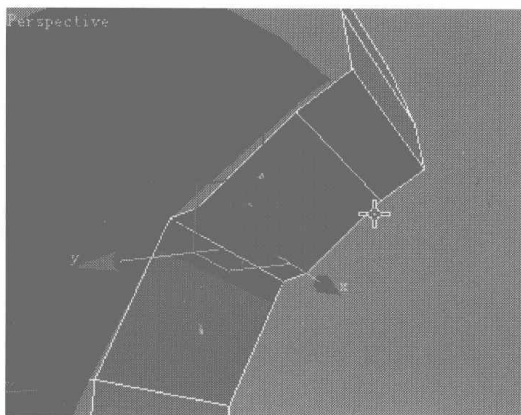
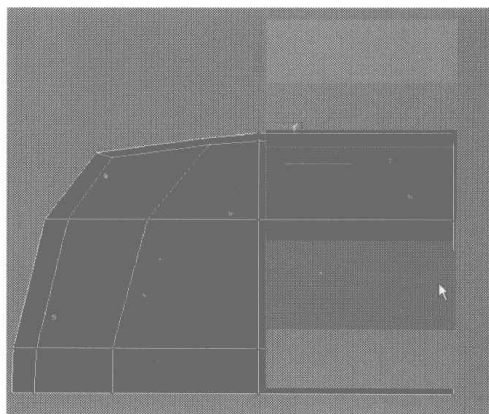

图 4.220
图 4.221
- 38** 在 Left 视图中调整面片上的节点，再用 Remove 命令将如图 4.220 所示边线与节点删除，然后在 Front 视图中继续调整节点，如图 4.221 所示。